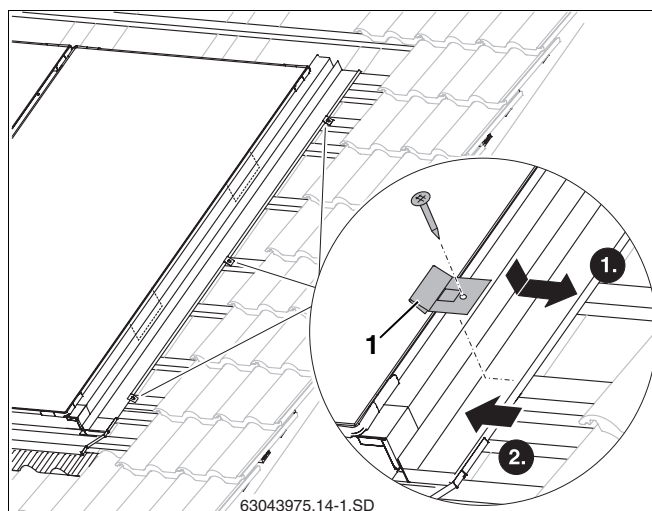

Fig. 50 Fissaggio della lamiera di copertura laterale
- Disporre i ganci (fig. 50, **pos. 1**) nello spigolo della lamiera di copertura laterale.